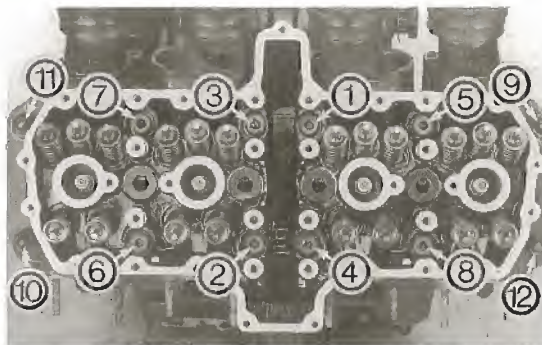

Bild 111
- Zylinderkopfmuttern entgegen der in Bild 111 angegebenen Reihenfolge schrittweise jeweils um 1/4 Umdrehung lockern, dann ganz ausdrehen. Unterlegscheiben abnehmen.
● Zylinderkopf aufsetzen und in der in Bild 111 angegebenen Reihenfolge in zwei Schritten anziehen. Anzugsmoment des letzten Durchgangs 37 Nm.